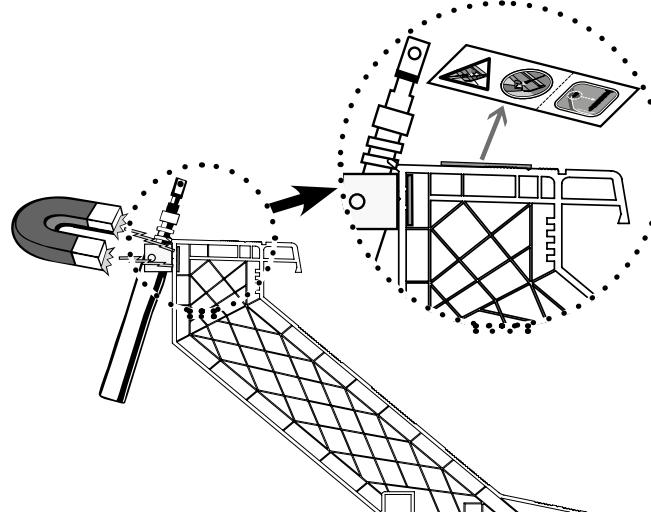

Fig. 3
- Während der Montage von einem Spindel oder Motor, soll dieser immer auf der Seite versehen von einer Metallinserion, montiert werden (siehe Bild 3). Es handelt sich um die Seite mit dem Aufkleber.